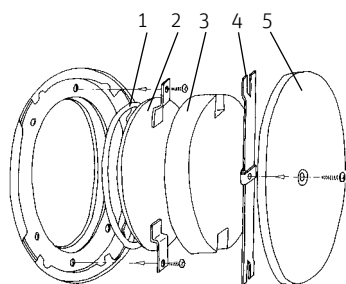
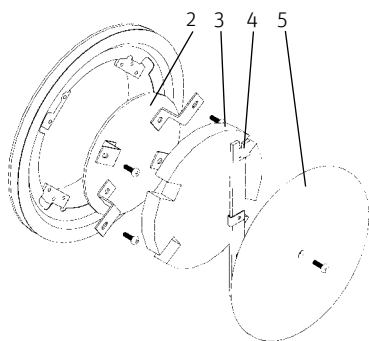

Fig. 19 Enlèvement du recouvrement – VestoWIN Klassik 170
Fig. 21 Enlèvement du recouvrement – VestoWIN Klassik 220
- Dévisser l'obturateur [5] – Fig. 19, Fig. 21.
- Enlever l'agrafe de fixation [4] et l'isolation [3] – Fig. 19, Fig. 21.
- Enlever la tôle de recouvrement [2] intérieure avec le cordon d'étanchéité en desserrant 2 resp. 4 vis – Fig. 19, Fig. 21.